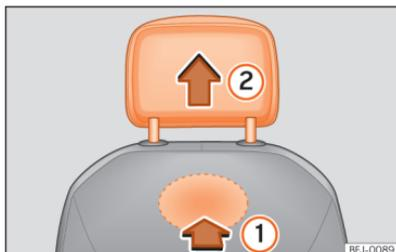

Abb. 96 Kopfstütze vorne ausbauen.
- Lokalisieren Sie zum Entriegeln der Kopfstütze die Aussparung im markierten Bereich auf der Rückseite der Sitzlehne und drücken Sie in Pfeilrichtung »» (Abb. 96) ①.
- Ziehen Sie die Kopfstütze in Pfeilrichtung ② heraus.